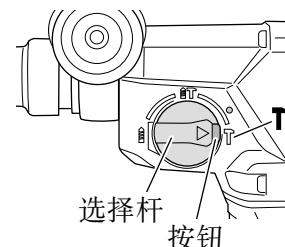

图 27
按下按钮并将选择杆对准 **T** 记号，可以将电动锤钻设置为只锤钻模式 (图 27)。
(3) 旋转选择杆，使其对准 **T** 记号 (图 27)。